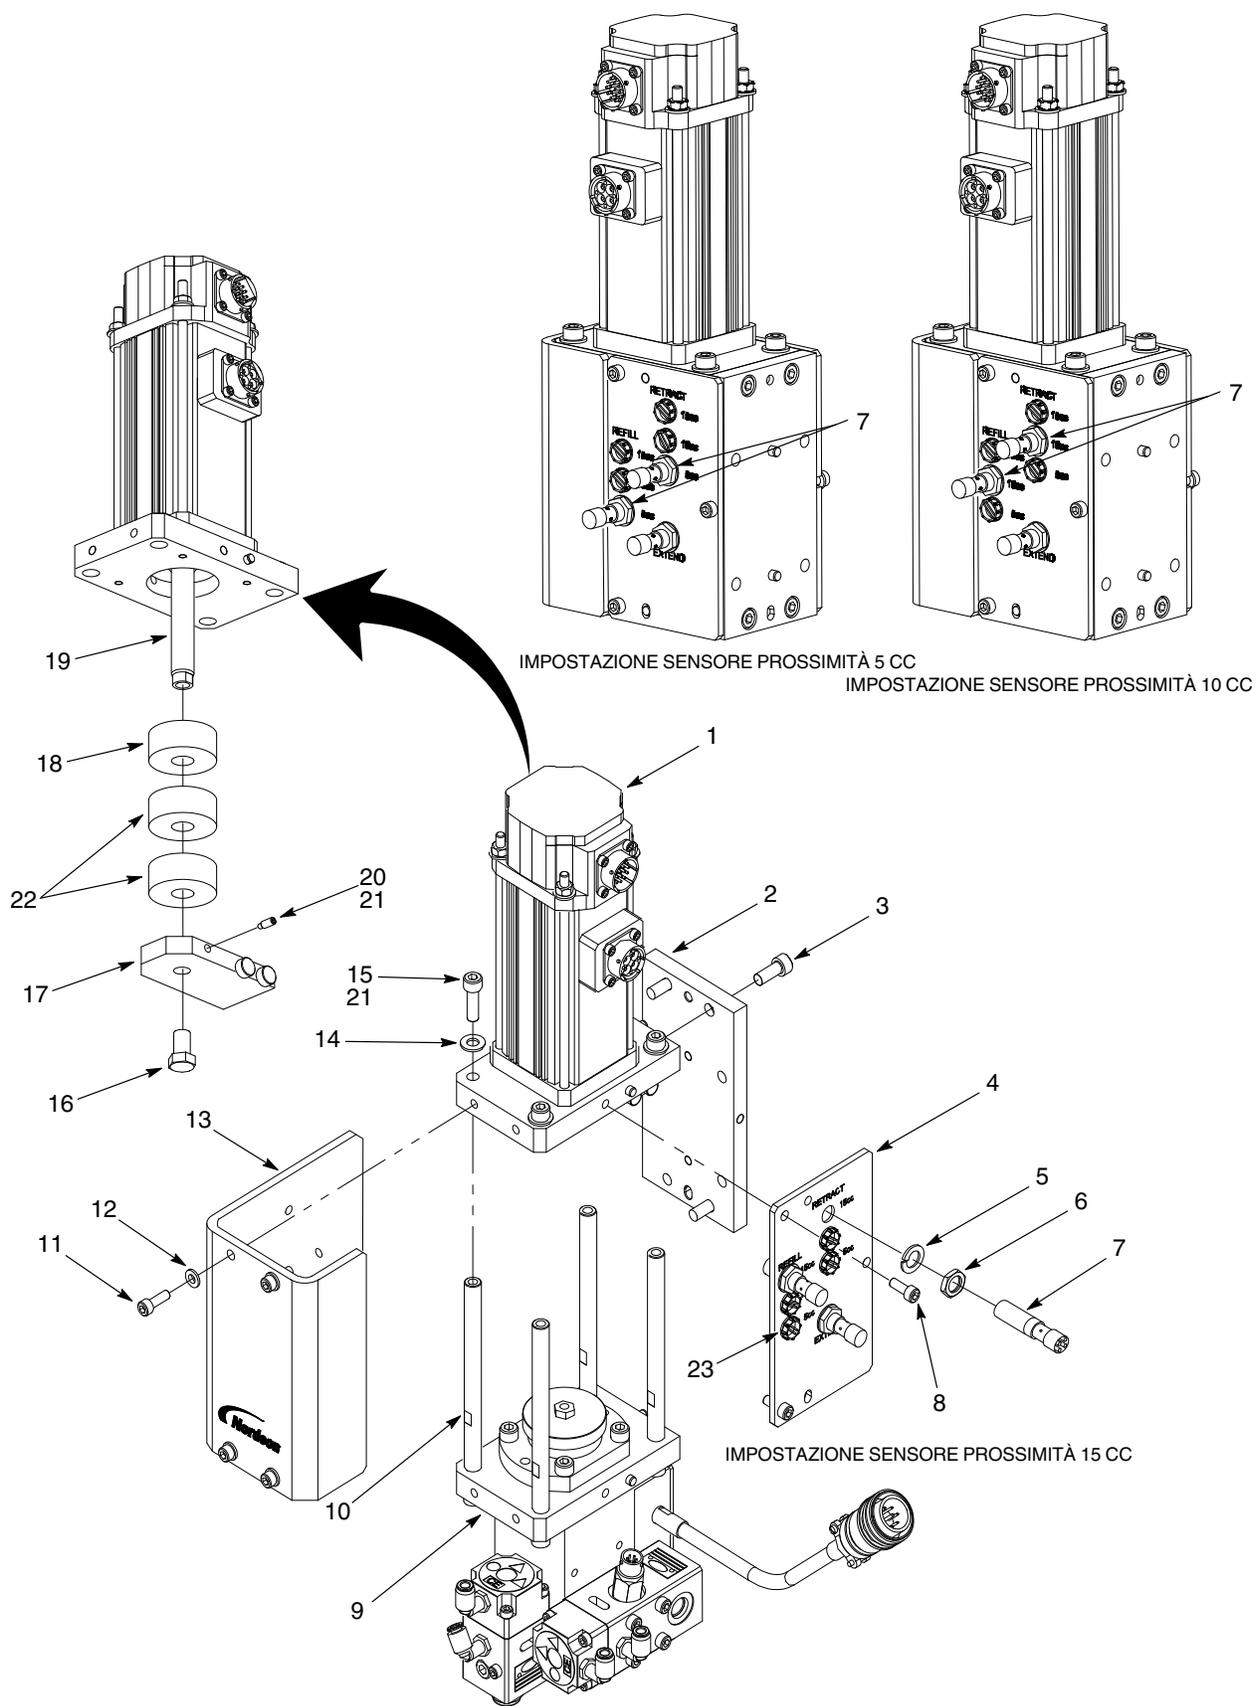
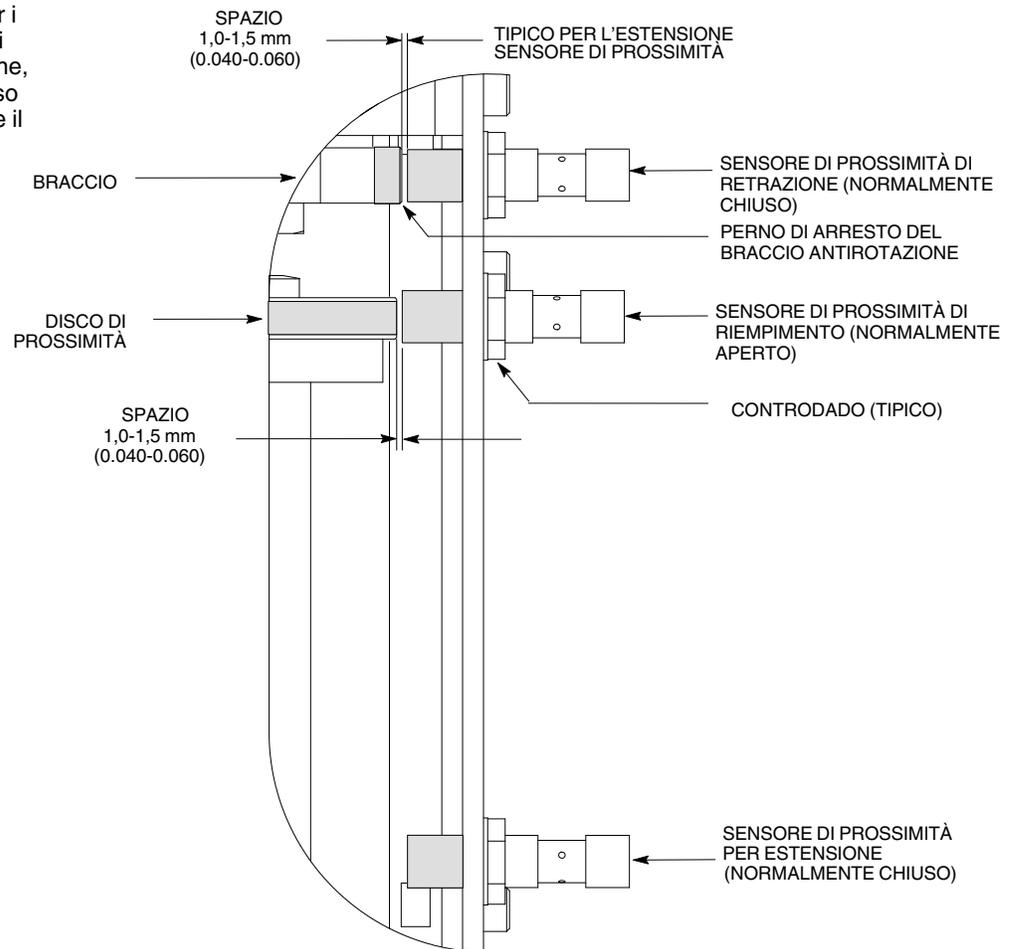

Figura 10 Riparazioni dell'attuatore lineare e del sensore di prossimità
Figura 11 Regolazione del sensore di prossimità
Vedi figura 10 e seguire la seguente procedura per sostituire l'attuatore lineare.
1. Vedi figura 10. Assicurarsi che l'attuatore lineare (1) sia in posizione estesa per esporre l'albero (19).
2. Togliere le viti (11) e le rondelle (12) che fissano il riparo (13) all'attuatore lineare (1) e alla flangia dell'alloggiamento (9).
3. Togliere la vite (16) dal braccio antirotazione (17). Svitare le viti di arresto (20) e rimuovere il braccio antirotazione dall'albero (19).
4. Assicurarsi che ci sia un o-ring installato in ogni distanziatore in alluminio (22). Montare i distanziatori in alluminio sull'albero (19):
- a. Montare il braccio antirotazione (17) sull'albero (19) usando la vite (16). Stringere manualmente la vite.
- b. Applicare Loctite 242 (21) sui filetti delle viti di arresto (20). Togliere le viti di arresto dal braccio antirotazione (17). Stringere manualmente le viti di arresto.
- c. Stringere la vite (16) a 13.5 N•m (10 ft-lb). Stringere le viti di arresto (20) a 4 N•m (35 in.-lb).
6. Resettare ogni sensore di prossimità (7):
1. Vedi figura 10. Scollegare il cavo dal sensore di prossimità (7).
2. Togliere le viti (11) e le rondelle elastiche (12) che fissano il riparo (13) all'attuatore lineare (1) e alla flangia dell'alloggiamento (9).
3. Allentare il controdado (6). Rimuovere il sensore di prossimità (7), il controdado (6) e la rondella elastica (5) dalla piastra di prossimità (4).
4. Montare il controdado (6) e la rondella elastica (5) sul nuovo sensore di prossimità (7).
1. Vedi figura 11. Estendere o ritrarre l'attuatore lineare finché il perno di arresto del braccio antirotazione si trova direttamente dietro il sensore.
5. Vedi figura 10. Montare il riparo (13) sull'attuatore lineare (1) e sulla flangia dell'alloggiamento (9) usando le rondelle (12) e le viti (11). Stringere saldamente le viti.
1. Vedi figura 11. Estendere il gruppo stantuffo finché il disco di prossimità si trova direttamente dietro il sensore di prossimità.
3. Collegare il cavo al sensore di prossimità (7).
4. Vedi figura 10. Montare il riparo (13) sull'attuatore lineare (1) e sulla flangia dell'alloggiamento (9) usando le rondelle (12) e le viti (11). Stringere saldamente le viti.